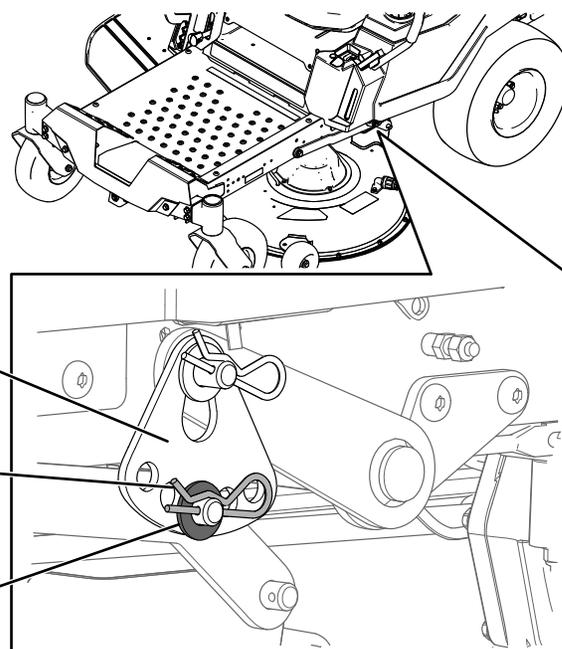

Figura 61
6. Retire la chaveta y la arandela del pasador inferior del brazo de elevación (Figura 61).
8. Instale la arandela y la chaveta (Figura 61).